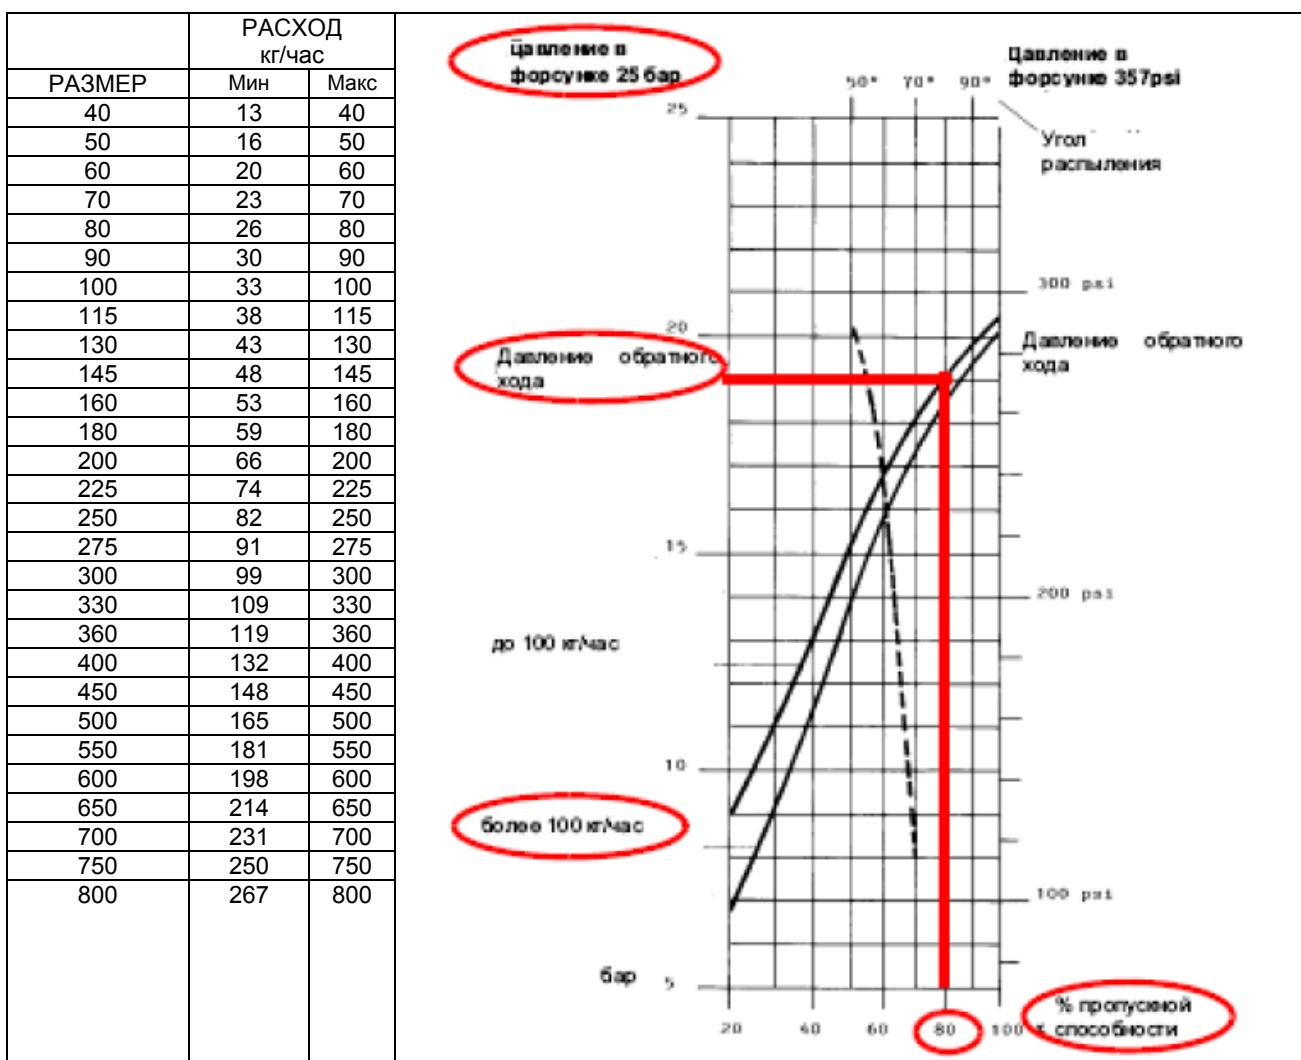
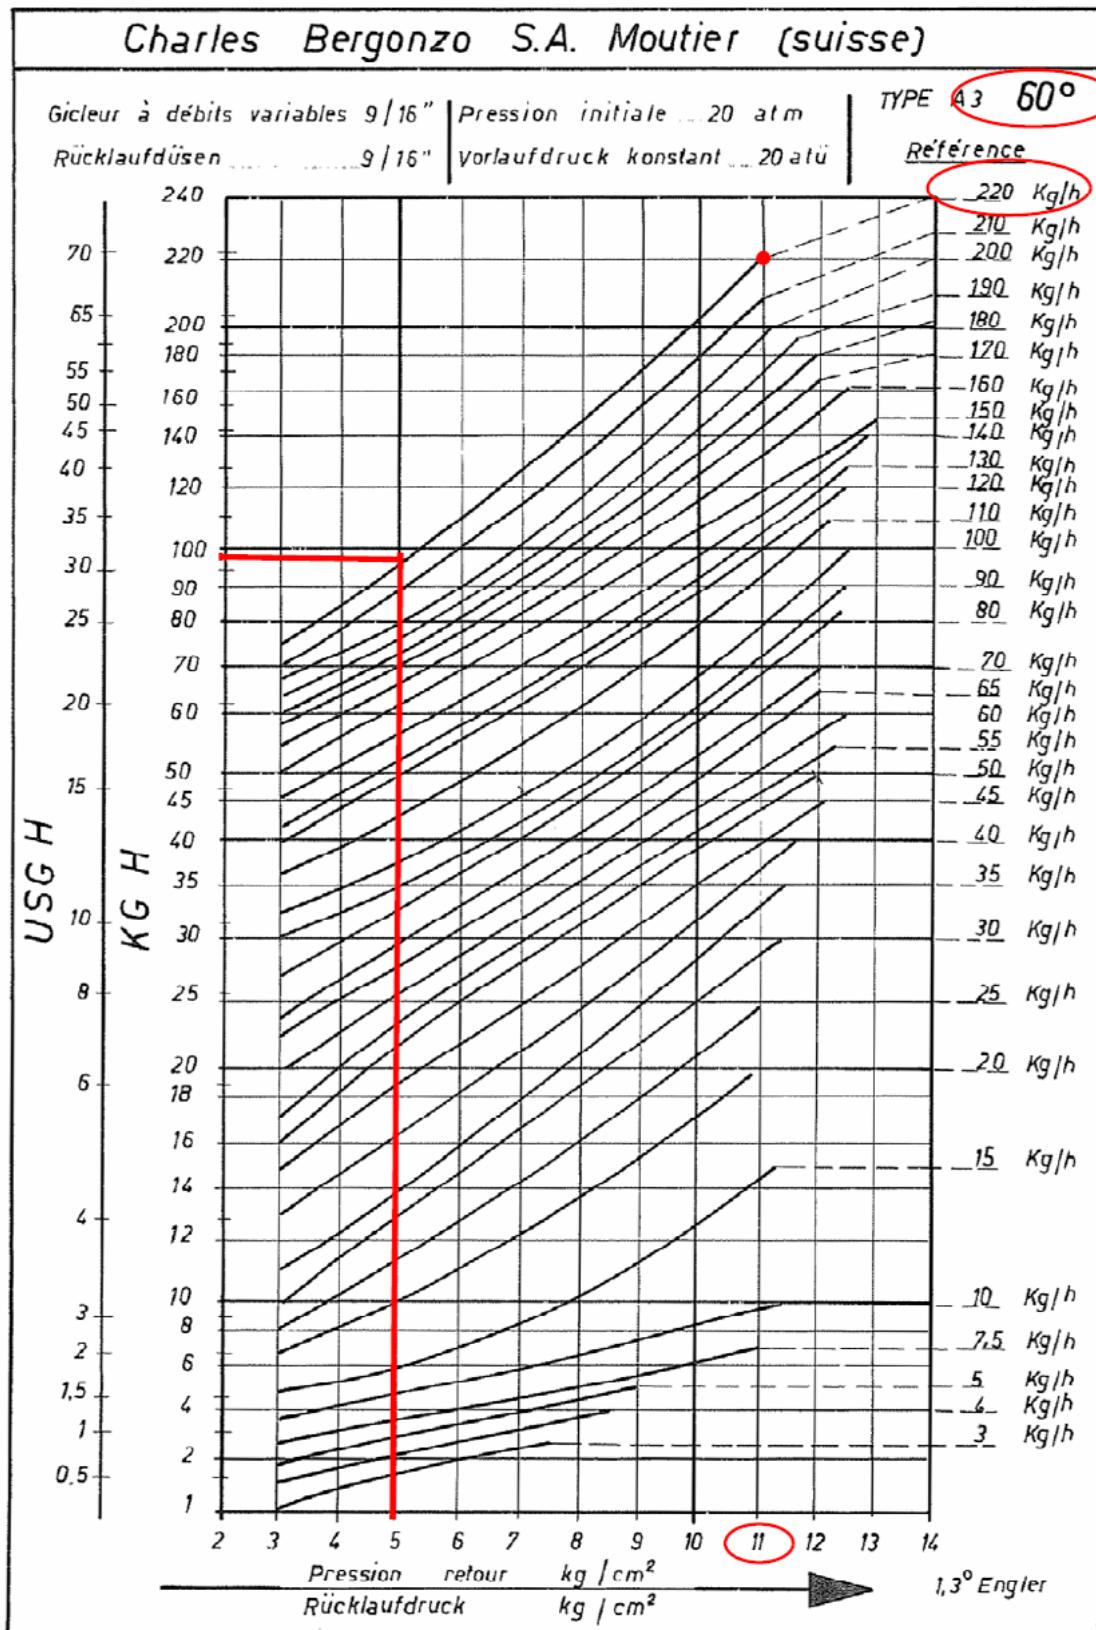

Рис. 10 - Fluidics
Рис. 11
Расход мазутного топлива регулируется за счет выбора форсунки (противопоточного типа), соответствующего мощности котла/утилизатора, а также регулировки давления на прямом и обратном ходе жидкого топлива, согласно данных, указанных в таблице и на графике на Рис. 10/11 (для считывания давления - читайте последующие параграфы)
Пример : 80% номинального расхода на форсунке можно получить, если установлены форсунки с расходом более 100 кг/час, при давлении на обратном ходе примерно равном 18 бар (см. график на Рис. 10).
8. Давление питания форсунки уже отрегулировано заранее на заводе-изготовителе и не должно изменяться. Только в случае необходимости, отрегулировать давление питания (см. соответствующий параграф) следующим образом: установить манометр в положение, указанное на Рис., воздействовать на регулировочный винт VR насоса (см. Рис. 12) до получения на форсунке давления в 25 бар (см. график на Рис. 10 - Рис. 11).
13. Сместить кулачок III (малое пламя) в сторону минимальной мощности, с тем, чтобы сервопривод начал закрываться, до тех пор, пока два подшипничка не совместятся с регулировочным винтом, относящимся к самой низкой точке: закручивать винт V для увеличения расхода, откручивать - для уменьшения, с целью получения значения давления, как на графике на Рис. 10 - Рис. 11, на основании требуемого расхода.
следующим образом: установить манометр в положение, указанное на Рис. 22, воздействовать на регулировочный винт VR насоса (см. Рис. 13) до получения на форсунке давления в 25 бар (см. график на Рис. 10 - Рис. 11).